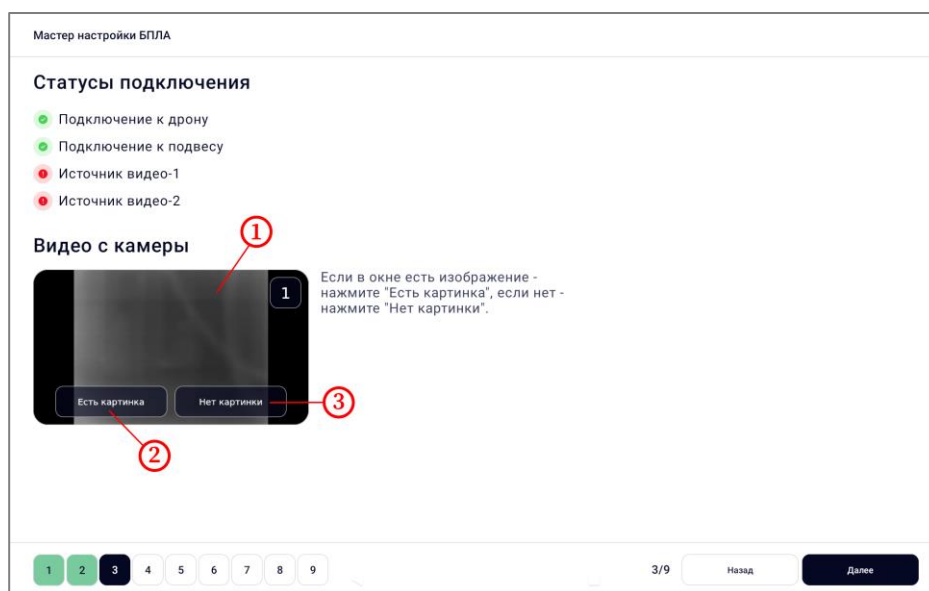

Рисунок 7 – Выполнение шага 3
- проверить наличие изображения с камеры (рисунок 7, шаг 1);
- при наличии изображения нажать на кнопку «Есть картинка» (рисунок 7, шаг 2). Выполнится автоматическое переключение на изображение с камеры №2 (см. ниже).
Если изображение отсутствует: нажать на кнопку «Нет картинки» (рисунок 7, шаг 3), дождаться появления изображения и нажать на кнопку «Есть картинка». В случае отсутствия изменений проверить исправность камеры;